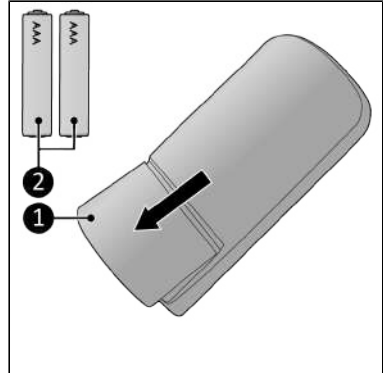

Abbildung 62.
1. Entfernen Sie die Batterieabdeckung (Abbildung 62, Pos. 1).
2. Legen Sie zwei Batterien (AAA 1,5 V) (Abbildung 62, Pos. 2) wie im Batteriefach angegeben ein. Stellen Sie sicher, dass die Batterien richtig eingelegt sind.